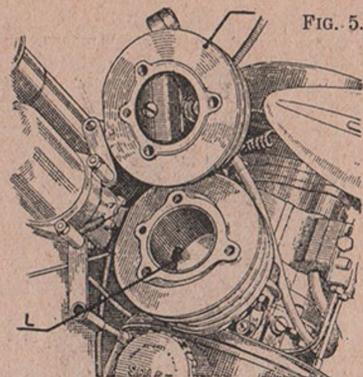

FIG. 5.
**DÉCALAMINAGE (Fig. 5)**
Pour décalaminer, dévisser les deux écrous des vis de fixation du levier d'embrayage-débrayage, enlever celui-ci ainsi que les deux ressorts, les deux entretoises, les deux coupelles et les rondelles de diamètre intérieur 6 mm. Dévisser ensuite les trois vis de fixation de la culasse (« C ») sur le cylindre (fig. 5). Retirer la culasse et, avec un grattoir, enlever le dépôt de calamine qui s'est produit dans le fond de la culasse et sur le dessus du piston. Nettoyer également la lumière d'échappement (« L ») après avoir fait tourner le moteur à la main, jusqu'à ce que le piston arrive au point mort bas ; il est indispensable de retirer aussi la calamine de la tuyauterie d'échappement, dont on peut facilement enlever le couvercle.